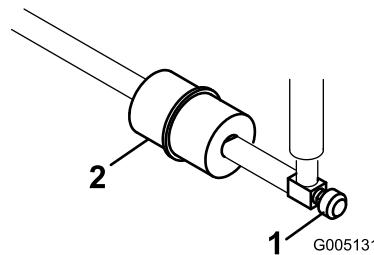

図 47
燃料フィルタはインライン・タイプで、燃料タンクとキャブレタの間にあります (図 47)。フィルタに付いている矢印をエンジンの方に向けて取り付けてください。
1. 燃料バルブを閉じ、フィルタのキャブレタ側についているホース・クランプをゆるめ、燃料ラインからフィルタを外す(図 47)。
2. フィルタの下に容器を置き、もう一方のクランプも外してフィルタを取り出す (図 47)。